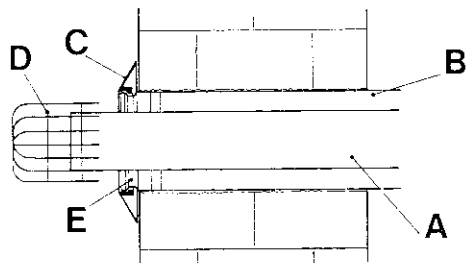

Fig 1
La caldaia viene fornita di serie (vedi Fig. 1) con un tubo di scarico A di  $\varnothing$  60 mm e lunghezza 850 mm munito di un terminale D, di tubo aria B di  $\varnothing$  100 e lunghezza 795 mm, di un collare in gomma (C) per l'esterno e di una curva concentrica con fascette per il montaggio (E).
- Preparare i tubi tagliandoli alla lunghezza appropriata al tipo di installazione, quindi introdurre il tubo fumi nel tubo aria fino a raggiungere il fermo E (Fig 1) posto all'estremità della guaina. Se l'operazione è eseguita correttamente, la sporgenza del tubo fumi  $\varnothing$  60 rispetto al tubo aria  $\varnothing$  100, risulterà di 7,5 mm